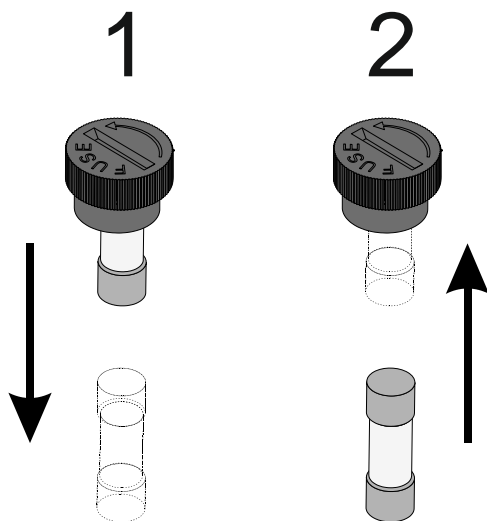

Рисунок 6 — Замена предохранителя
- извлечь из держателя вышедший из строя предохранитель, установить на его место новый (см. рисунок 6);